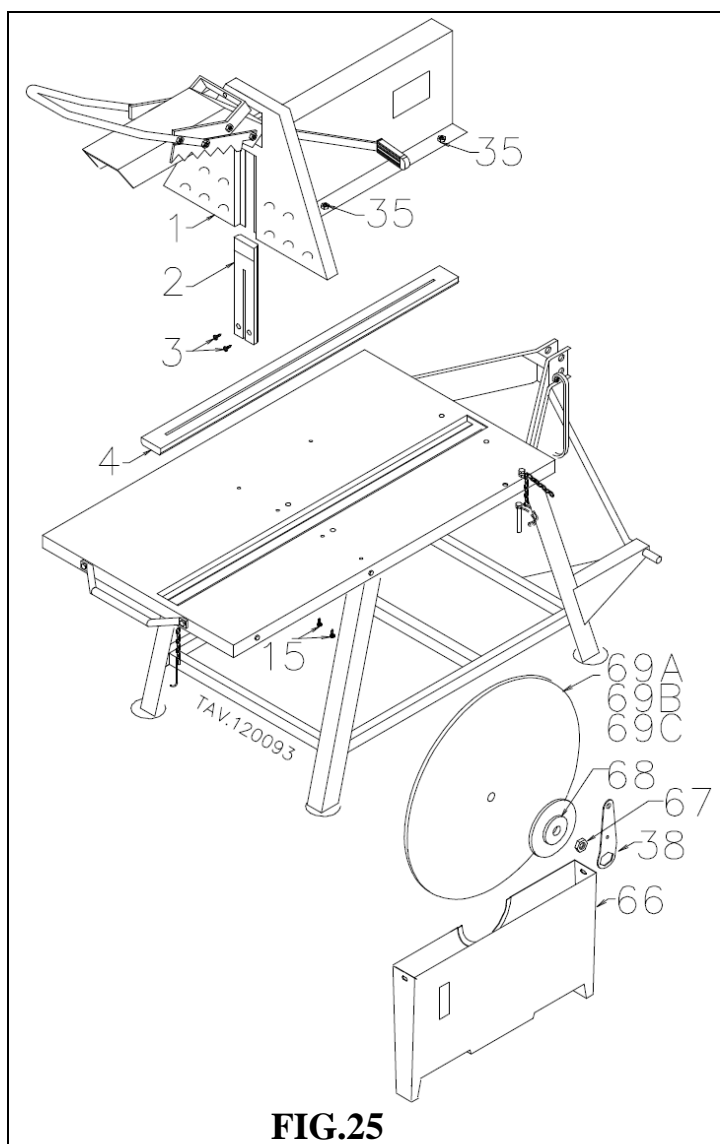

FIG.25
Per sostituire il listello di guide tavolo (pos.4) e il listello di protezione (pos.2) qualora fossero consumato bisogna seguire come di seguito (vedi Fig.25):
3. Spingere la leva di disinnesto (pos.29) verso il retro della macchina in modo che sia completamente abbassata.
4. Togliere il carter superiore (pos.1) svitando le viti imperdibili (pos.35).
5. Svitare le viti UNI 6954 (pos.3).
6. Sostituire il listello di protezione (pos.2) con uno nuovo.
7. Per procedere alla sostituire del listello di guide tavolo (pos.4) smontare il carter coprilama inferiore (pos.66) e il disco (pos.69) come indicato al paragrafo 6.2.
8. Svitare le viti UNI 6949 (pos.15).
9. Sostituire il listello di guide tavolo (pos.4) con uno nuovo.
10. Montare il disco (pos.69) e il carter di protezione disco inferiore (pos.66) come indicato al paragrafo 6.2.